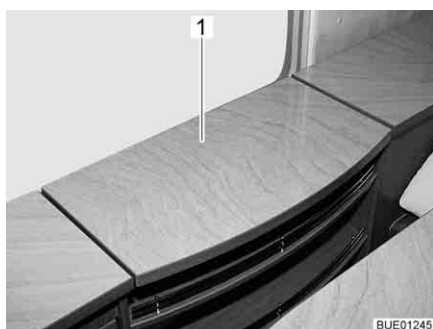
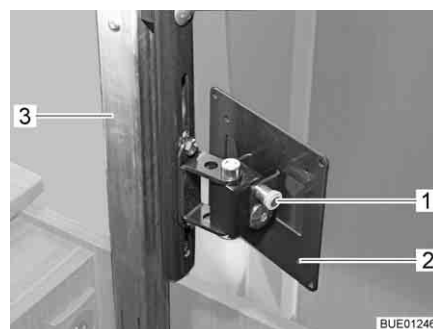

Fig. 51 Compartiment télévision
Fig. 52 Mécanisme de réglage de hauteur
- Presser légèrement sur le milieu du couvercle (Fig. 51,1) du compartiment télévision. La colonne d'extraction (Fig. 52,3) se déverrouille et monte.
- Tirer sur le bouton de déverrouillage (Fig. 52,1) et faire pivoter le support (Fig. 52,2) avec l'écran plat dans la position souhaitée.
- Faire retourner l'écran plat dans sa position initiale jusqu'à ce que le support (Fig. 52,2) s'enclenche dans le verrouillage.
- Presser le couvercle (Fig. 51,1) en son milieu contre la résistance de la colonne d'extraction (Fig. 52,3) jusqu'à ce que le verrouillage s'enclenche.